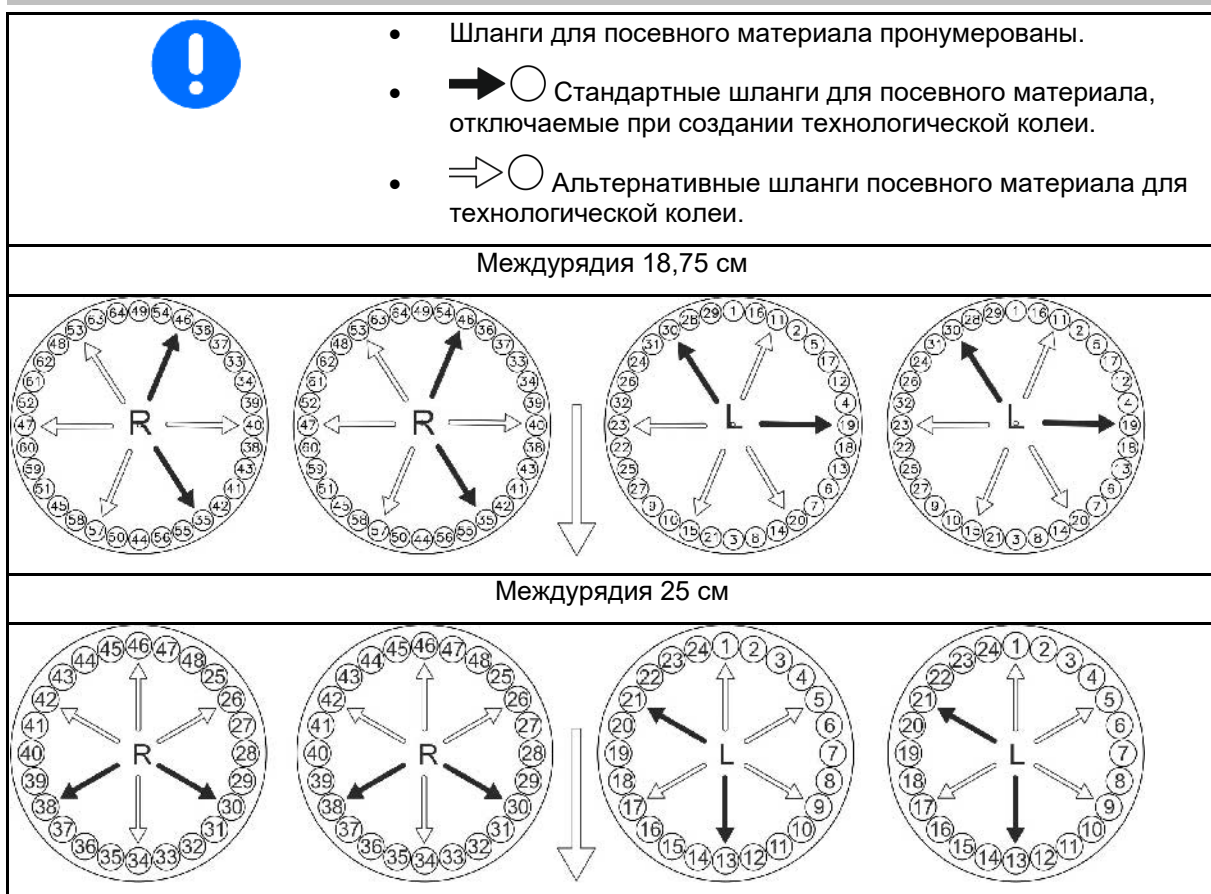

Рис. 122
В случае ненадобности заслонки (Рис. 122/2) деактивируйте.
5. Открутите болты (Рис. 122/1) lösen.
6. Удалите туннель заслонки (Рис. 122/2) entfernen.
7. Заслонка (Рис. 122/3) установлена, как изображено, в направляющей.
8. Поверните заслонку (Рис. 122/3) и вставьте в отверстие (Рис. 122/4).
9. Прикрутите шахту для заслонок (Рис. 122/2) на монтажной пластине.